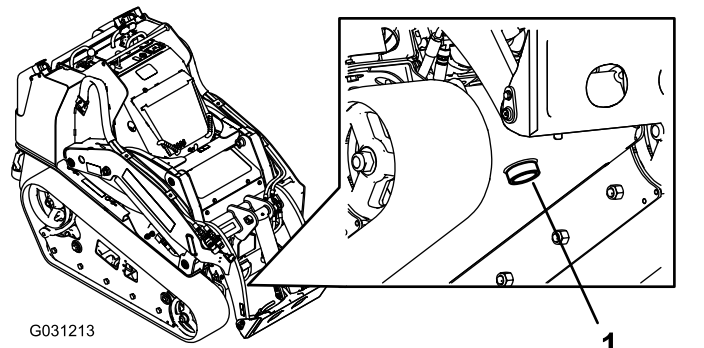

Figura 66
- Coloque un recipiente grande (con capacidad para 57 litros) debajo del tapón de vaciado situado en la parte delantera de la máquina (Figura 66).
- Retire el tapón de vaciado y deje fluir el aceite al recipiente (Figura 66).